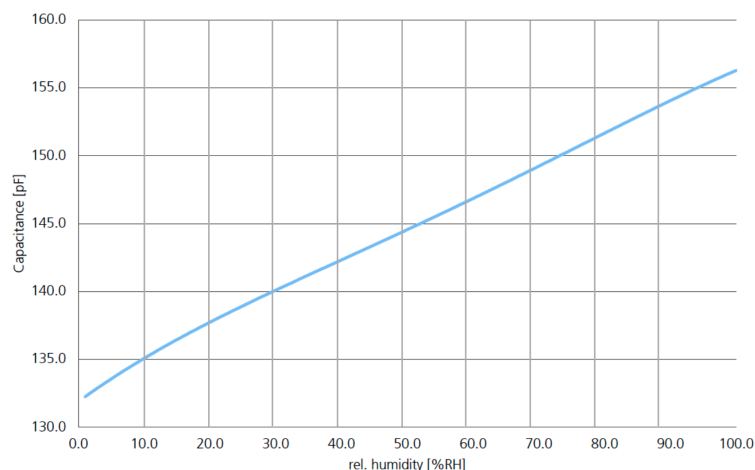

FIGURE I-2 – Courbe d'étalonnage du capteur
3. On utilise le condensateur en tant que capteur d'humidité dont on donne la courbe d'étalonnage (figure I-2). Déterminer le degré d'hygrométrie de la pièce dans laquelle il est plongé sachant que le pont de Sauty est équilibré pour  $C_0 = 1,44$  nF avec  $R_1/R_2 = 0,1$ .